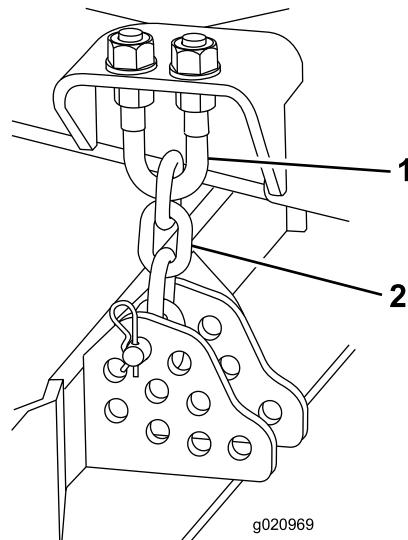

Bild 122
4. Entfernen Sie den Splint und den Lastösenbolzen, mit denen die Schnitthöhenkette an der Rückseite des Mähwerks befestigt ist (Bild 122).